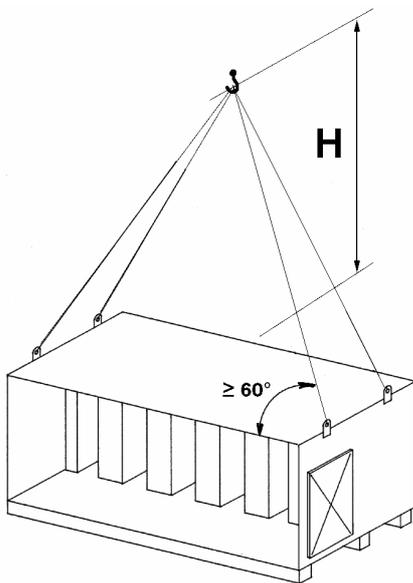

Рисунок 14 - Сборка входного шумопоглотителя
Опустите змеевиковую (заполнительную) секцию, чтобы она оказалась на расстоянии нескольких сантиметров от секции поддона вентилятора; убедитесь что эти две секции не соприкасаются между собой, и что уплотнитель не повреждён. Установите монтажные шпильки (смотри рисунок 14) по меньшей мере в три (3) угловых монтажных отверстия и постепенно опускайте змеевиковую (заполнительную) секцию на место, используя монтажные шпильки чтобы точно направить секцию и посадить на сопряжённый фланец. На секциях с длиной 2,4 м и 7,2 м монтажные шпильки должны использоваться также в середине с расположением их вдоль сторон.